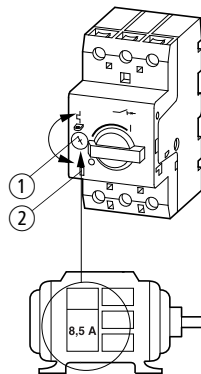

Abbildung 1: Motorschutzschalter PKZM0-.../XTPR...BC1NL
Die Motorschutzschalter PKZM0-.../XTPR...BC1NL werden mit Hilfe einer Stromeinstellscheibe ① (→ Abbildung 1) auf den Motornennstrom eingestellt.
Durch eine zusätzliche Testeinrichtung ② (↔ Abbildung 1, Seite 7) kann die Funktionstüchtigkeit des Schalters kontrolliert werden.